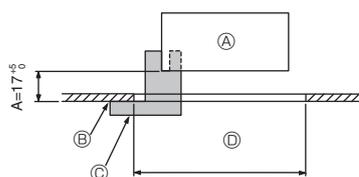
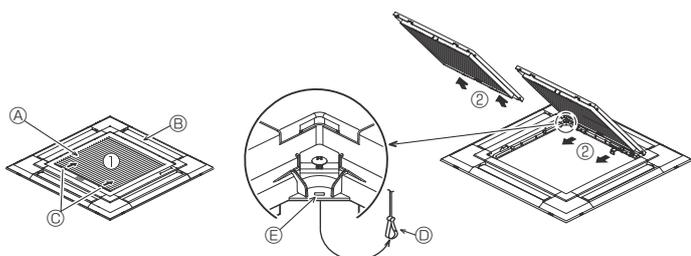
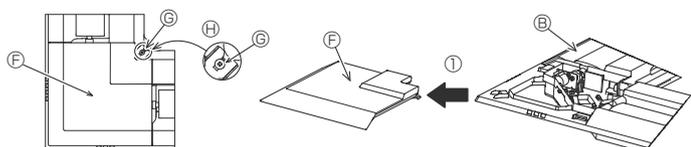

Fig. 9-2
Fig. 9-3
Fig. 9-4
①	Gitter	1	950 × 950 (mm)
②	Monteringsmåler	1	(Delt inn i 4 deler)
③	Skruer (4 × 16)	1	For PLP-6EAE, PLP-6EALME, PLP-6EALME
④	Hjørnepanel for i-see-sensor	1	For PLP-6EAE, PLP-6EALME, PLP-6EALME
⑤	Trådløs fjernkontroll	1	For PLP-6EALM, PLP-6EALME
⑥	Holder for fjernkontroll	1	Inkludert når utstyrt med den trådløse fjernkontrollen.
⑦	LR6 AA-batterier	2	Inkludert når utstyrt med den trådløse fjernkontrollen.
⑧	3,5 × 16 senkeskruer	2	Inkludert når utstyrt med den trådløse fjernkontrollen.
9.2. Gjøre klar til å feste gitteret (Fig. 9-2)
- ① Hovedenhet
- ② Takoverflate
- ③ Monteringsmåler ② (satt inn i hovedenheten)
- ④ Takåpningens dimensjoner
9.2.1. Fjerne innsugningsgitteret (Fig. 9-3)
- Skyv spakene i retningen som pil ① viser, for å åpne innsugningsgitteret.
- Med innsugningsgitteret i "åpen" stilling fjerner du hengslene til innsugningsgitteret som vist med pil ②.
9.2.2. Fjerne hjørnepanelet (Fig. 9-4)
- Løsne de 4 skruene i hjørnet. Skyv hjørnepanelet i retningen som pil ① viser på figuren, og fjern hjørnepanelet.
[Fig. 9-3] [Fig. 9-4]